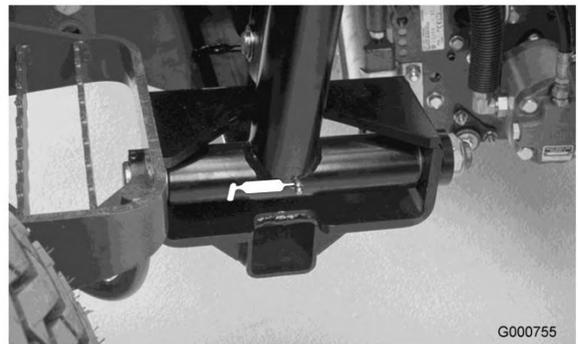

Figure 34
- Pivot de bras de levage (3) (Figure 34)